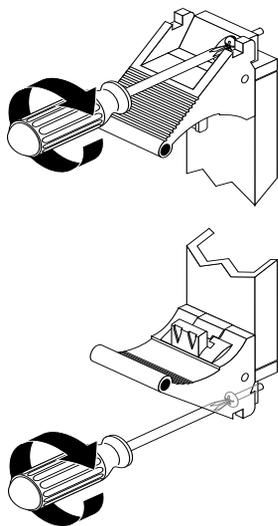

图 4-7 拧紧弹出杆系紧螺钉
7. 使用 2 号十字头螺丝刀，拧紧卡的弹出杆上的两个系紧螺钉：一个在顶部，一个在底部（图 4-7）。
11. 使用 2 号十字头螺丝刀，拧紧卡的弹出杆上的两个系紧螺钉：一个在顶部，一个在底部（图 4-7）。